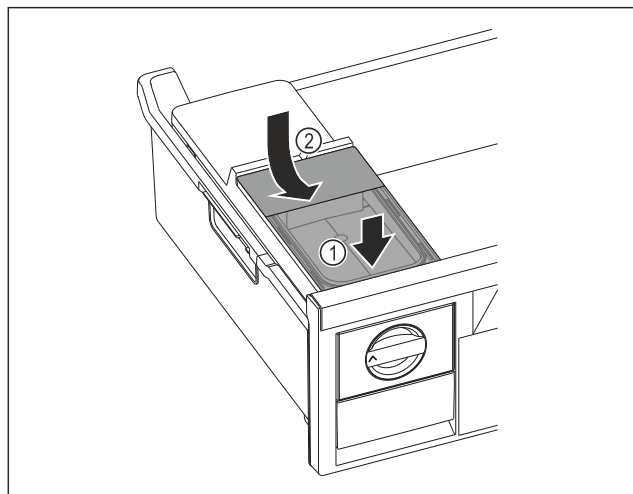

Fig. 99
- ▶ Установите бак для воды спереди Fig. 99 (1)
- ▶ Опустить бак для воды сзади Fig. 99 (2)